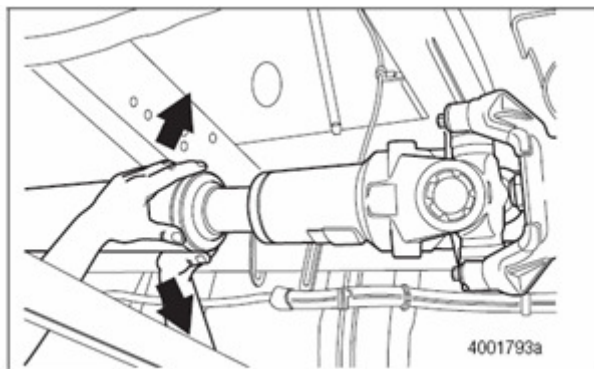

Figura 4.14
4. Con sus manos cerca del centro de la línea de transmisión, mueva la horquilla de deslizamiento ARRIBA Y ABAJO. Verifique la medición del indicador de carátula. El movimiento entre el enchufe de la ranura y la horquilla de deslizamiento no debe de exceder de 0.017 pulgadas (0.432mm). Figura 4.14